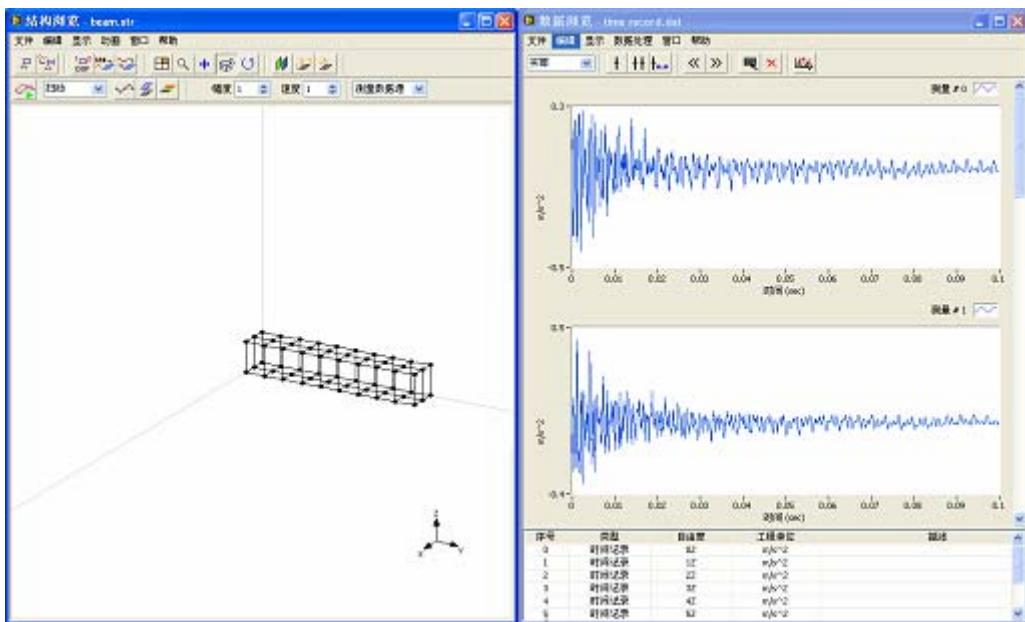

图 4-2 时间 ODS 动画显示
- 执行菜单命令文件 | 载入...，在结构模型文件列表中选择 beam 文件。静态结构被显示在窗体中。如图 4-2 所示。
- 执行菜单命令文件 | 载入...，在数据文件列表中选择 time record 文件。有 8 条测量数据的时间记录被显示在窗体中。如图 4-2 所示。